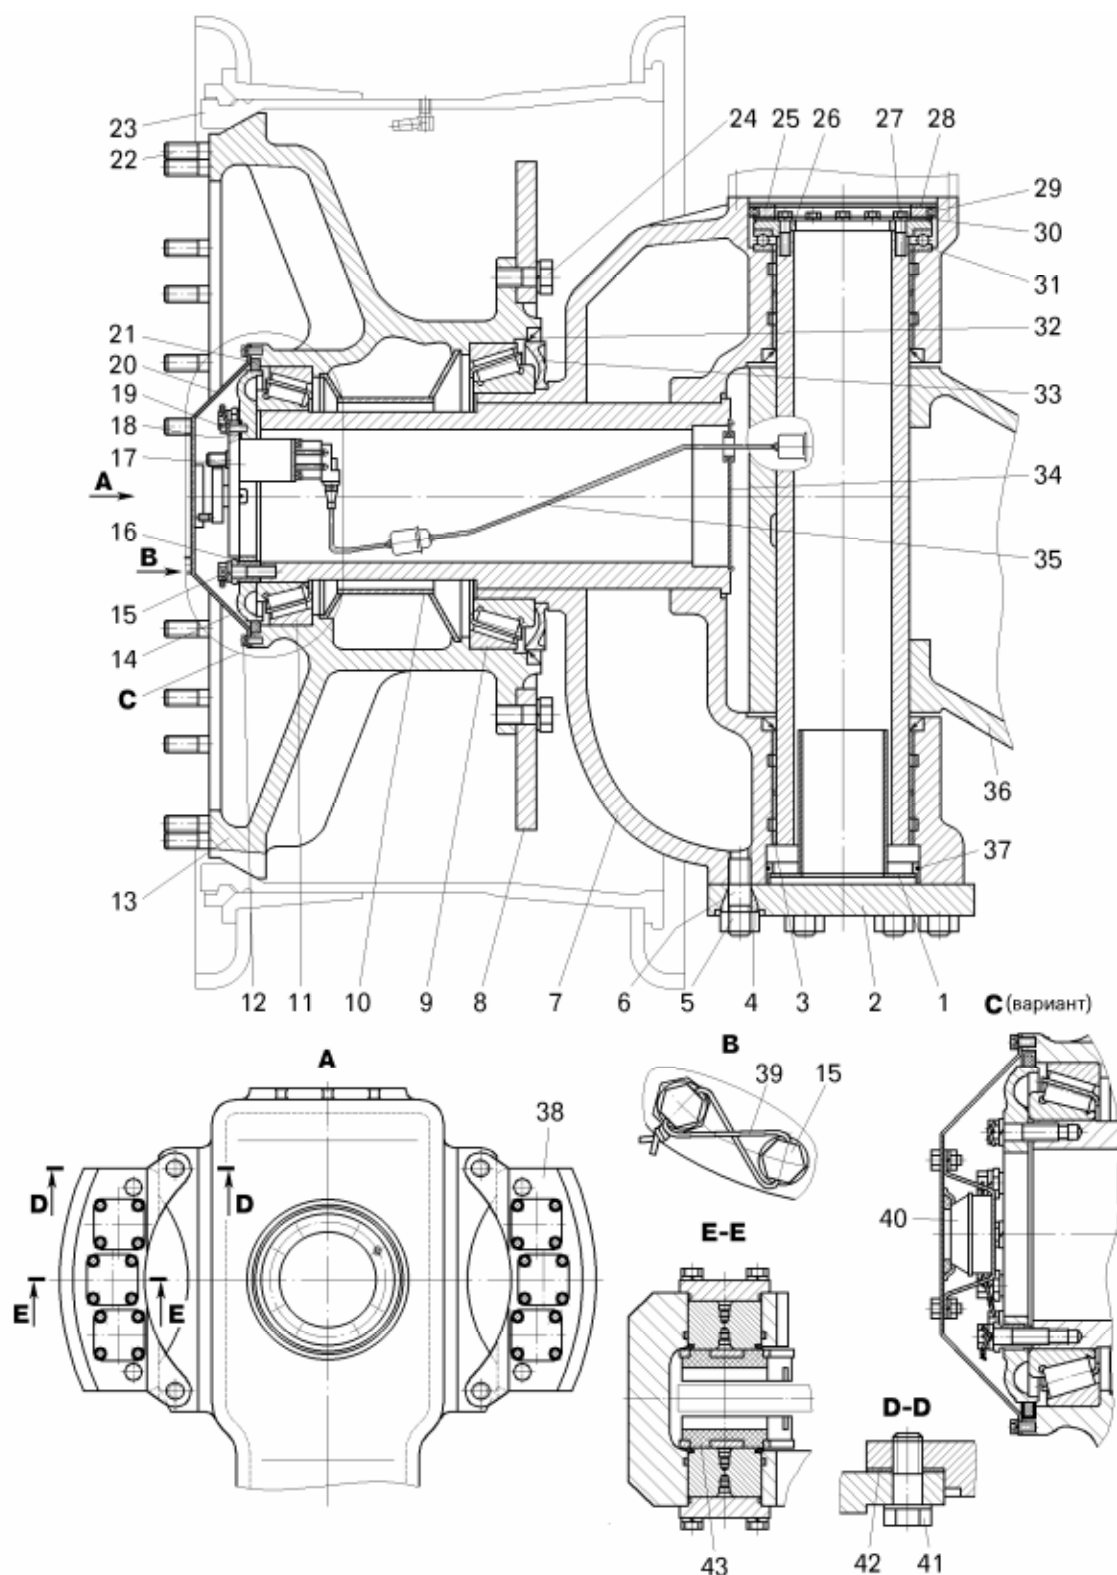

Рисунок 8.2.2 – Кулак поворотный со ступицей, тормозом и механизмом поворота:
Поворотный кулак 7 (рисунок 8.2.2) соединен с балкой 36 шкворнем 17 (смотри рисунок 8.2.1.), который закреплен в наконечнике балки неподвижно с помощью стопора шкворня 13. Поворотный кулак поворачивается на шкворне в четырех биметаллических втулках 16, установленных в верхнюю и нижнюю проушины кулака. Втулки смазываются через пресс-масленки 15 и уплотняются манжетами 24.
Упорный подшипник 31 (смотри рисунок 8.2.2), установленный в верхней проушине поворотного кулака 7, закреплен крышкой 26 болтами 27. Три антифрикционных вкладыша 30, установленных на крышке 26 выполняют роль подшипника скольжения. От проворачивания вкладыши удерживаются упорными усами, входящими в отверстия в поворотном кулаке и крышке.
- отсоединить трубопроводы тормозной системы, необходимые для снятия корпусов 38 тормоза (смотри рисунок 8.2.2);
- отвернуть гайки 5 (смотри рисунок 8.2.2) крепления поворотных рычагов 2 рулевой трапеции к поворотным кулакам;
При разборке ступицы 13 (смотри рисунок 8.2.2) переднего колеса для выпрессовки наружного кольца наружного подшипника 11 применить приспособление, изображенное на рисунке 8.2.5, для выпрессовки наружного кольца внутреннего подшипника 9 (смотри рисунок 8.2.2) применить съемник, изображенный на рисунке 8.2.6.
При разборке поворотного кулака 7 (смотри рисунок 8.2.2) для выпрессовки внутреннего кольца внутреннего подшипника 9 и внутренней крышки 26 ступицы переднего колеса применить съемник, изображенный на рисунке 8.2.7.
Перед сборкой втулки шкворня 16 (смотри рисунок 8.2.1), шкворень 17, крышку 26 (смотри рисунок 8.2.2) и вкладыши 30 тщательно очистить до полного удаления с их поверхности пыли, грязи и консервирующей смазки и насухо протереть мягкими бумажными или матерчатыми салфетками.
– напрессовать внутреннюю крышку 33 (смотри рисунок 8.2.2) ступицы переднего колеса на цапфу поворотного кулака 7 до упора ее в торец поворотного кулака (щуп 0,05 мм не должен проходить между торцом поворотного кулака и торцом крышки);
– запрессовать сальник 21 (смотри рисунок 8.2.2) в расточку ступицы, предварительно пропитав его маслом МС-20;
– на опорную поверхность в верхней проушине поворотного кулака установить подшипник 31 (смотри рисунок 8.2.2), крышку 26 и закрепить болтами 27, предварительно смазав подшипник смазкой Литол-24;